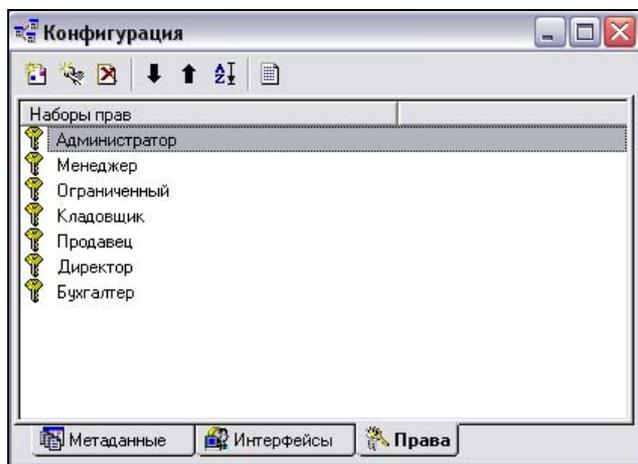

Рис. 5.66. Наборы прав в системе "1С:Предприятие"
14. Переходим на закладку **Права**. На экране должно появиться нечто, похожее на рис. 5.66.
2. Переходим на закладку **Права** (см. рис. 5.66, приведенный выше).